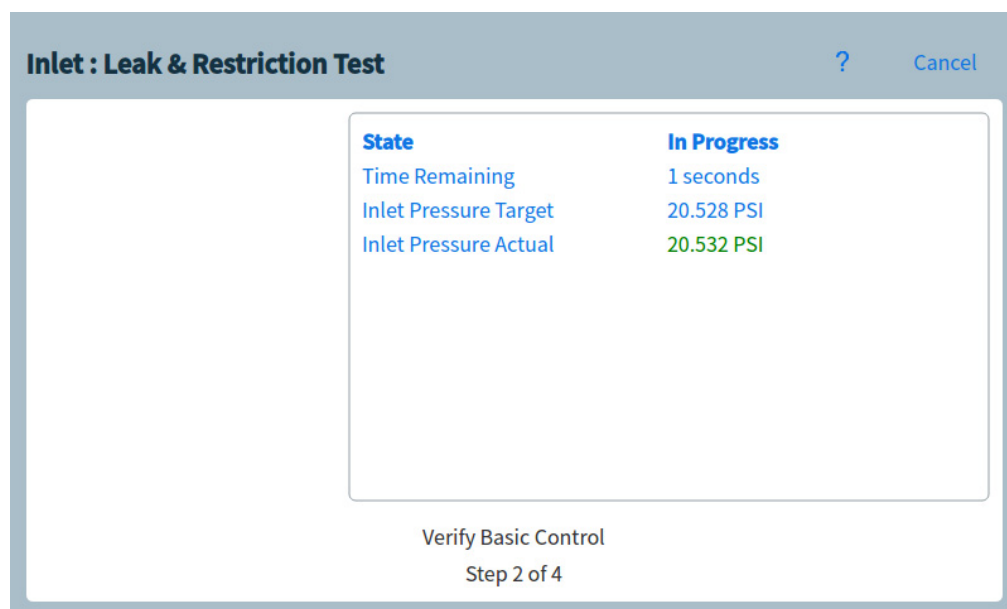

Figure 27 Page de test de fuite et de restriction
- 3 Appuyez sur **Démarrer le test**. Le test est lancé. Les détails du test sont affichés avec les résultats du test. Voir Figure 27.